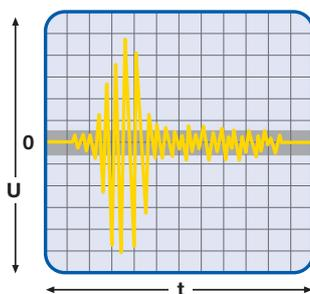

Figura 2: Sensor de picado imagen óptima
2. Golpear la válvula de mariposa durante unos breves instantes. El oscilograma debe dar una señal con un aumento de amplitud considerable (figura 2).